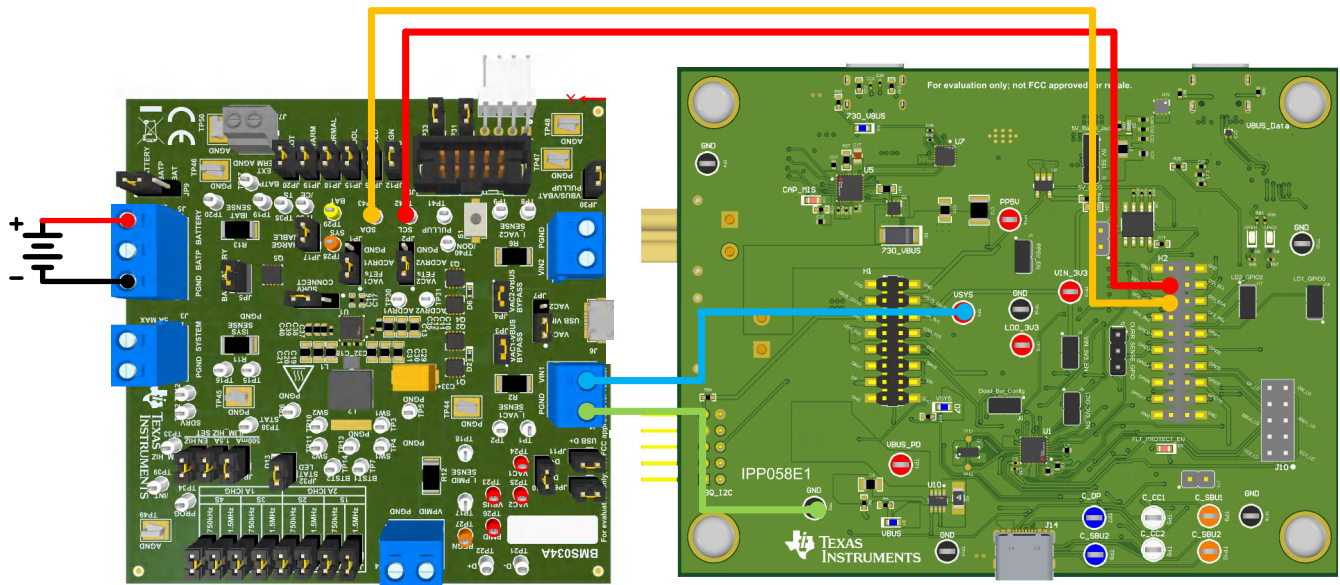

图 4-3. TPS25751AEVM 和 BQ25792EVM、BQ25798EVM 硬件设置
1. 图 4-3 展示了如何使用测试挂钩夹或跳线来连接两个 EVM。有关详细信息，请参阅 表 4-2。